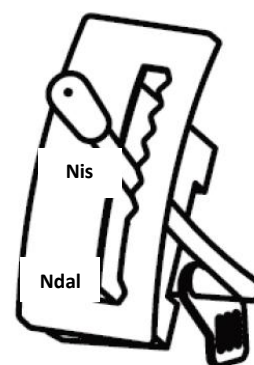

Fig 7
(3) Hapni shufrën e gazit të funksionimit (shih Fig. 7).